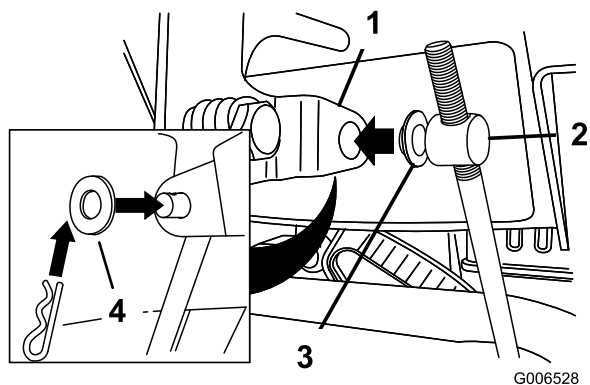

Рисунок 12
3. Выньте шплинт и снимите внешнюю шайбу с цапфы на верхнем конце штока управления скоростью (Рисунок 12).
Примечание: Для облегчения монтажа оставьте плоскую шайбу на цапфе (Рисунок 12).
- Поднимите шток управления скоростью и вставьте цапфу в отверстие рычага переключения скоростей (Рисунок 12).